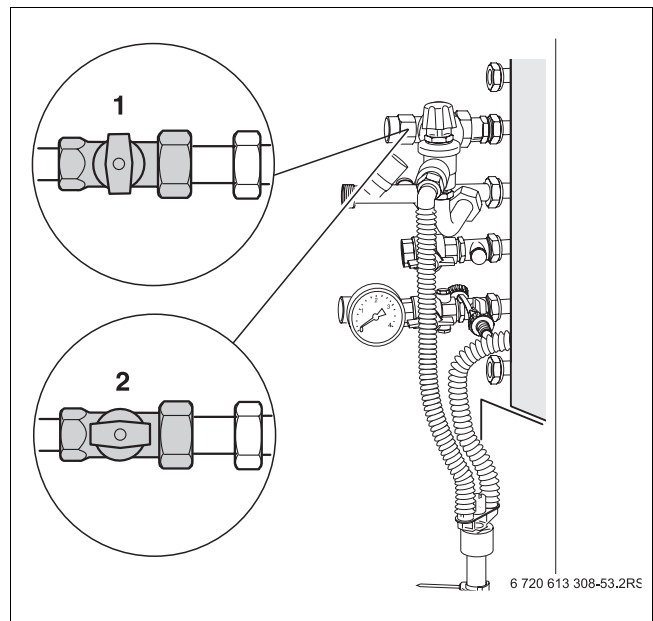

Bild 61 Gashahn
- Betriebsschalter (1) am BC10 auf „0“ (Aus) stellen.
- Gashahn schließen (→ Bild 61, 1, Seite 58).
- Gashahn wieder öffnen (→ Bild 61, 2, Seite 58).
- Verschlusschraube am oberen Messnippel (1) (Brennerdruck-Messnippel) um zwei Umdrehungen lösen.
- Druckmessgerät (3) auf „0“ stellen.
- Plus-Anschluss des Druckmessgerätes (3) über einen Schlauch mit dem Messnippel für Brennerdruck (2) verbinden.
- Gashahn öffnen (→ Bild 61, 2, Seite 58).